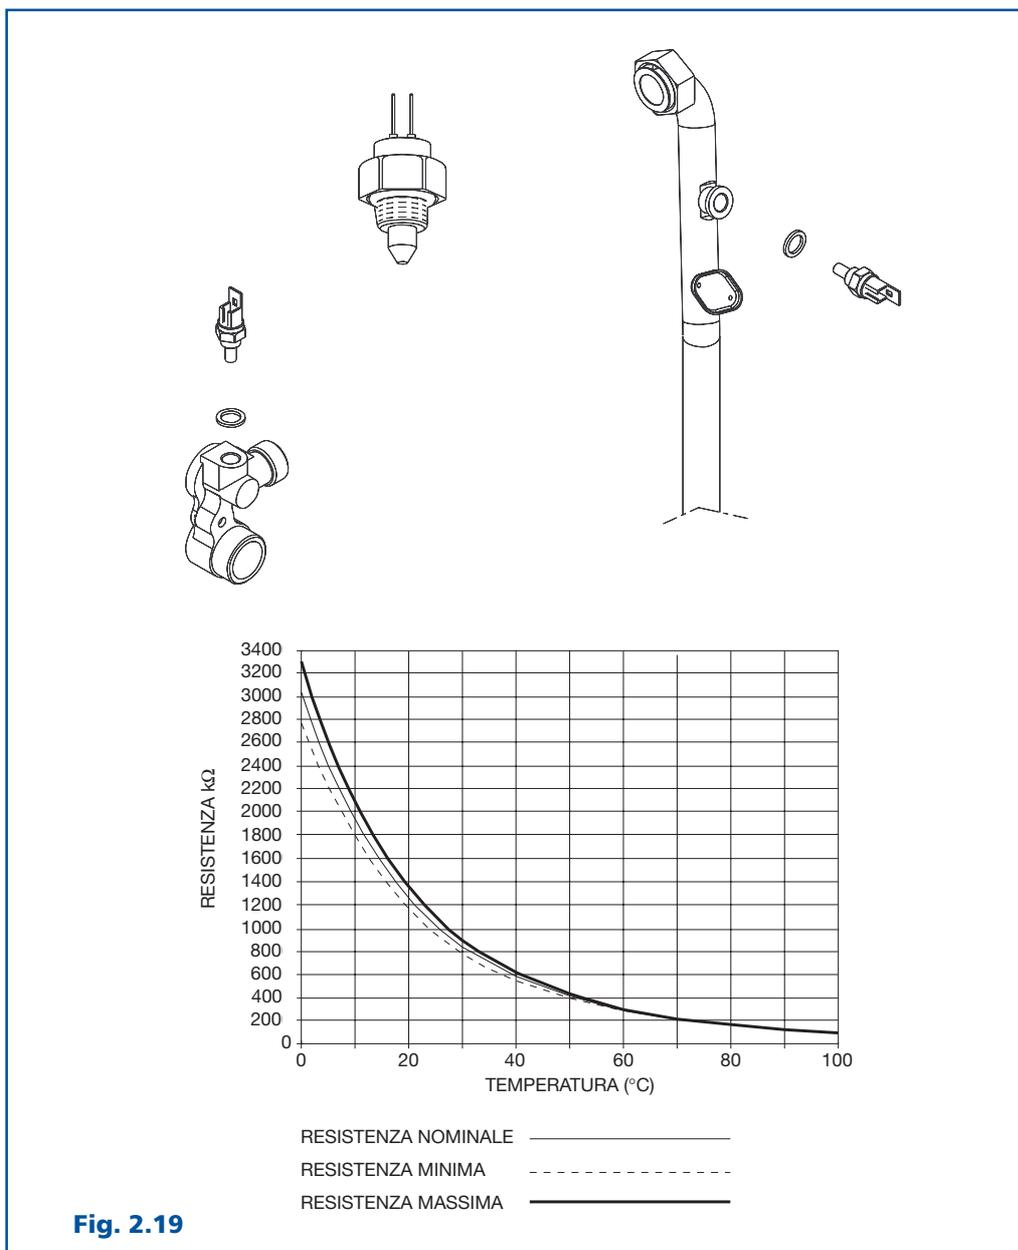

Fig. 2.19
2.13 Sonda controllo temperatura NTC (Fig. 2.19)